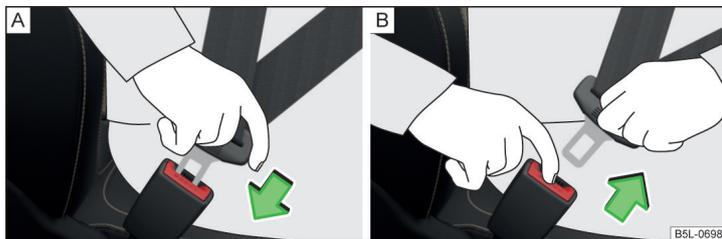

Fig. 6 Bouclage/débouclage des ceintures de sécurité
- Engagez la languette dans la boucle du siège correspondant » fig. 6 - A jusqu'à ce qu'elle s'enclenche de façon audible.
- Appuyez sur le bouton rouge de la boucle » fig. 6 - B, la languette est éjectée.